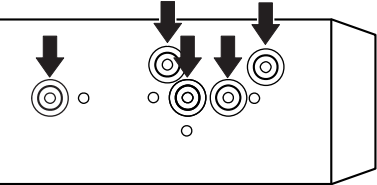
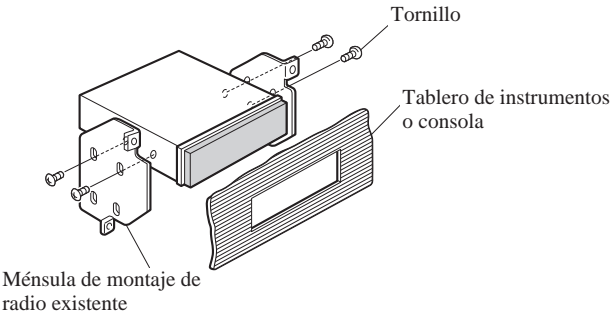

Fig. 8
Fig. 9
2. Fijación de la unidad a la ménsula de montaje existente. (Fig. 8) (Fig. 9)